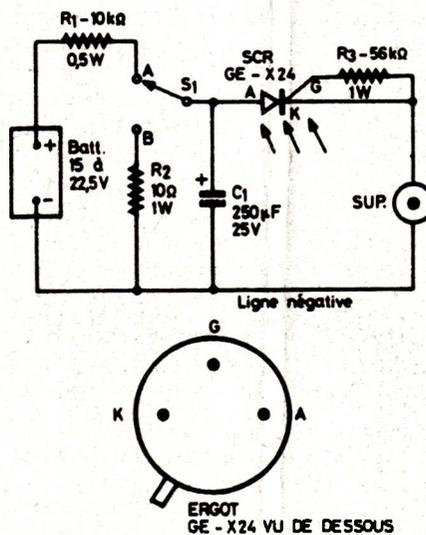

Figure 8
Le montage relativement simple de la figure 8 est proposé par General Electric (GE) et utilise un thyristor (SCR) du type GE-X2A qui se déclenche par la lumière. Dans ce montage, on trouve les composants suivants : une batterie de piles ou accumulateurs, trois résistances, un condensateur de charge et décharge, un support pour la lampe-flash et, bien entendu, le photothyristor GE-X2A. Cet appareil peut être monté dans un boîtier de faible encombrement. Pour augmenter la sensibilité du GE-X2A, on pourra lui associer une lentille ou un réflecteur, à déterminer expérimentalement, afin de pouvoir, si nécessaire, augmenter jusqu'à 4 fois la distance entre la source de lumière de déclenchement et ce composant optoélectronique.